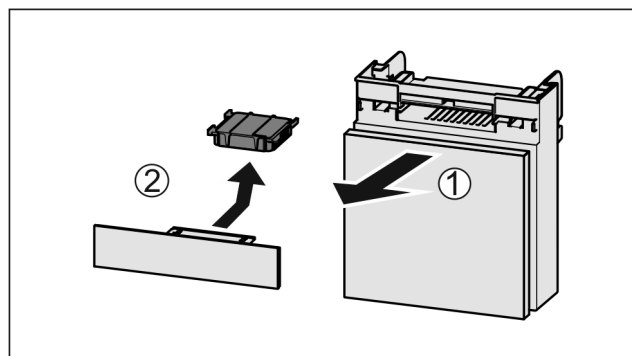

Fig. 86
- ▶ Zásuvku vytáhněte dopředu Fig. 86 (1).
- ▶ Filtr s aktivním uhlím vyjměte Fig. 86 (2).